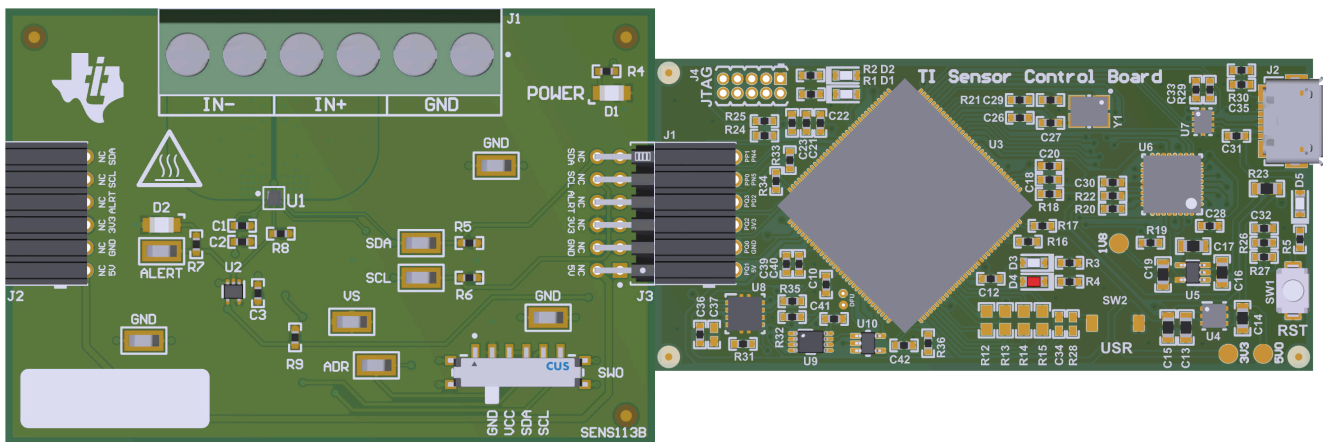

图 2-1. EVM (左) 连接到 SCB 控制器 (右)
3. 如图 2-1 所示，将 EVM 连接到 SCB 控制器。
若要将 EVM 和 SCB 控制器 (单独销售) 搭配使用，如图 2-1 所示连接 EVM。